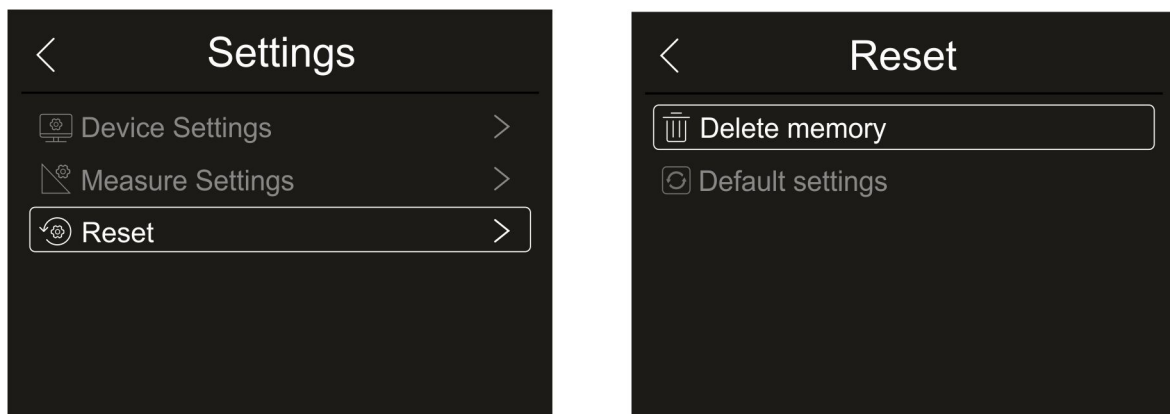

Fig. 31: Menú Reset del instrumento
1. Toque el texto “Reset”. La pantalla de Fig. 31 – parte derecha se muestra en el visualizador. Toque el texto “Delete memory”. Se muestra la siguiente pantalla de confirmación: